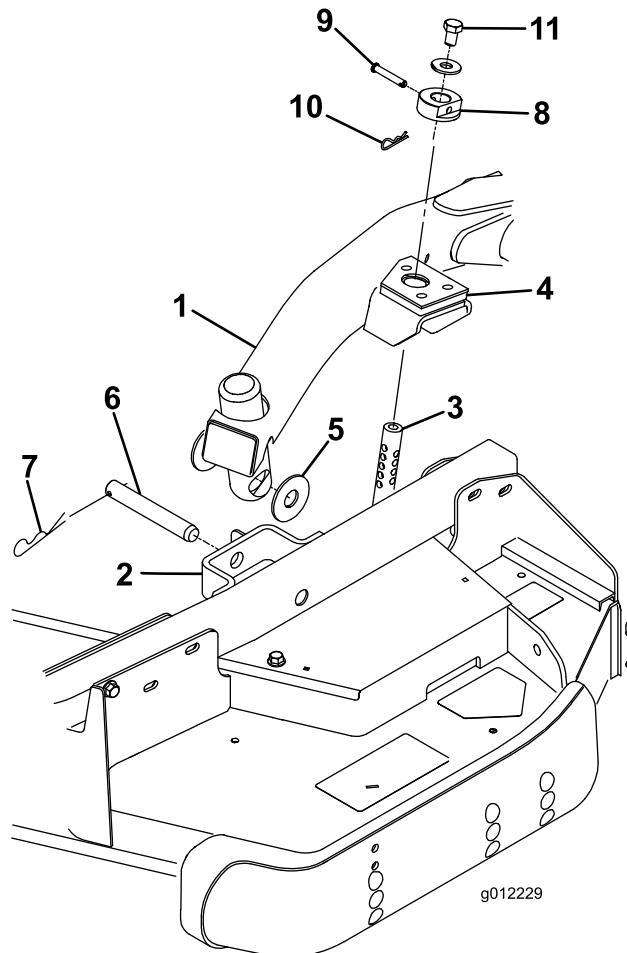

Figura 23
- Mueva la palanca de elevación a la posición Flotar. Empuje hacia abajo uno de los brazos de elevación hasta que los taladros del brazo de elevación estén alineados con los taladros del soporte del brazo de la rueda giratoria y pueda introducirse la varilla de ajuste de la altura de corte en los alojamientos del brazo de elevación (Figura 23).
- Fije el brazo de elevación al brazo de la rueda giratoria con (2) arandelas de empuje, un pasador y un pasador de horquilla. Coloque las arandelas de empuje entre el brazo de elevación y el soporte del brazo de la rueda giratoria (Figura 23). Introduzca el extremo del pasador de horquilla en la ranura de la
9. Instale los collares de ajuste de la altura de corte sobre las varillas de ajuste de la altura de corte y fíjelos con los pasadores y los pasadores de horquilla (Figura 23). Oriente la cabeza del pasador hacia la parte delantera de la carcasa.
10. Instale un perno de $1/2 \times 3/4$ pulgada y una arandela en la parte superior de cada varilla de ajuste de la altura de corte (Figura 23).